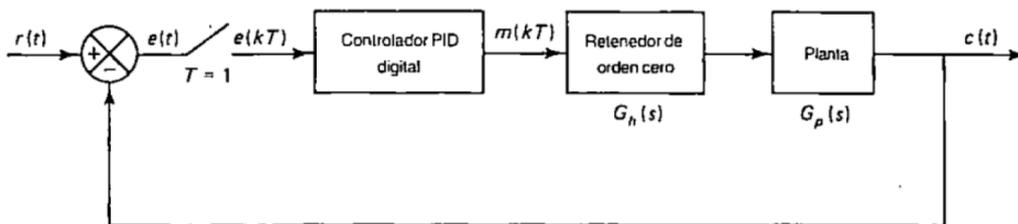

Figura 4.1: Arquitectura de sistema de control a utilizar
La arquitectura de control utilizada comúnmente para controladores PID discretos o digitales se muestra en la figura 4.1.
4. En Simulink, cree otro modelo (modelo2) que le permita simular el sistema de control discreto en la forma posicional de la figura 4.1 ante una entrada **escalón unitario**. Use el bloque **Discrete Transfer Fcn** para representar al controlador PID discreto, el bloque **Zero-Order Hold** para representar el muestreador y el bloque **Transfer Fcn, Zero-Pole o LTI System** para representar a la planta. Incluya los bloques **Mux** y **Scope** para visualizar y guardar los datos de la entrada, salida y señal de control del sistema.